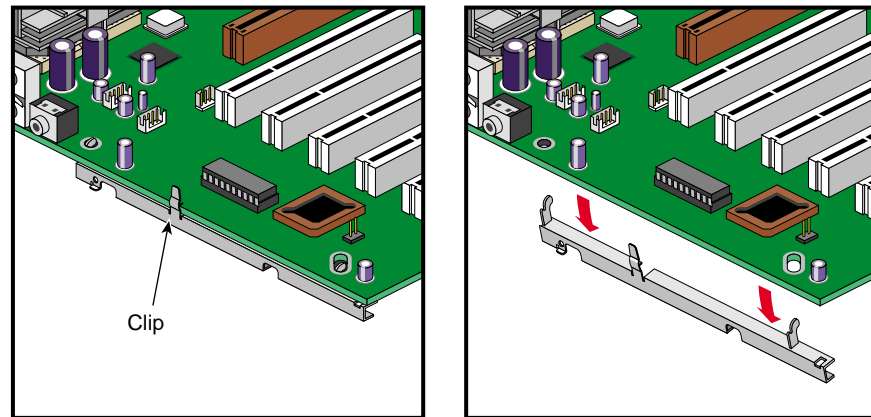

Abbildung 2-22 Abnehmen der Halterung von der Systemplatine
7. Um die Halterung von der Systemplatine zu entfernen, lösen Sie den Löseclip und nehmen die Haken der Halterung von der Systemplatine ab. Abbildung 2-22 veranschaulicht das Vorgehen.